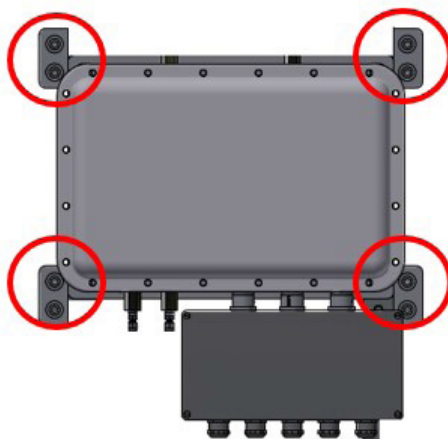
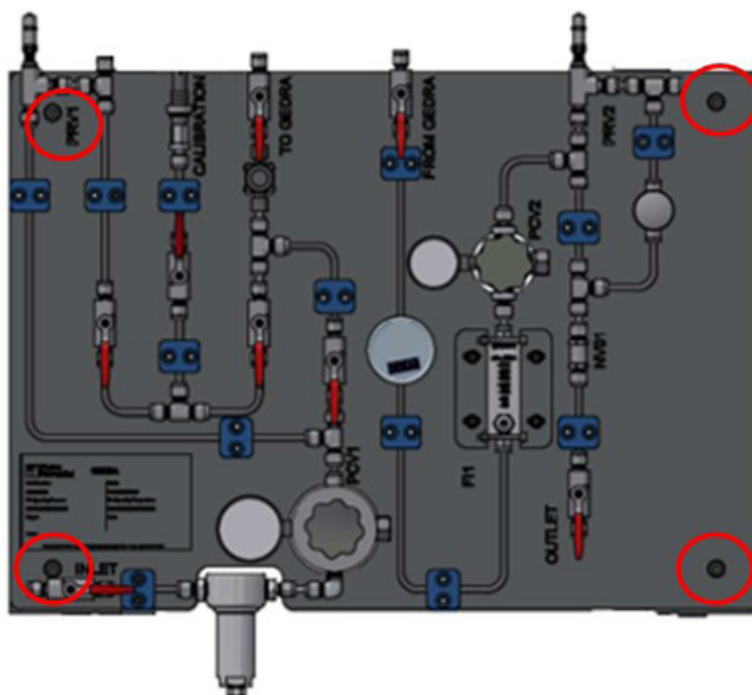

Fig. 7.38. Installazione a parete del modulo di acquisizione (modulo di analisi)
Fig. 7.39. Installazione a parete del modulo di acquisizione (pannello pneumatico)
- parete (Fig. 7.38, Fig. 7.39). Questo tipo di applicazione richiede fissaggio a parete nella parte superiore della custodia Exd e nella parte inferiore del pannello pneumatico;